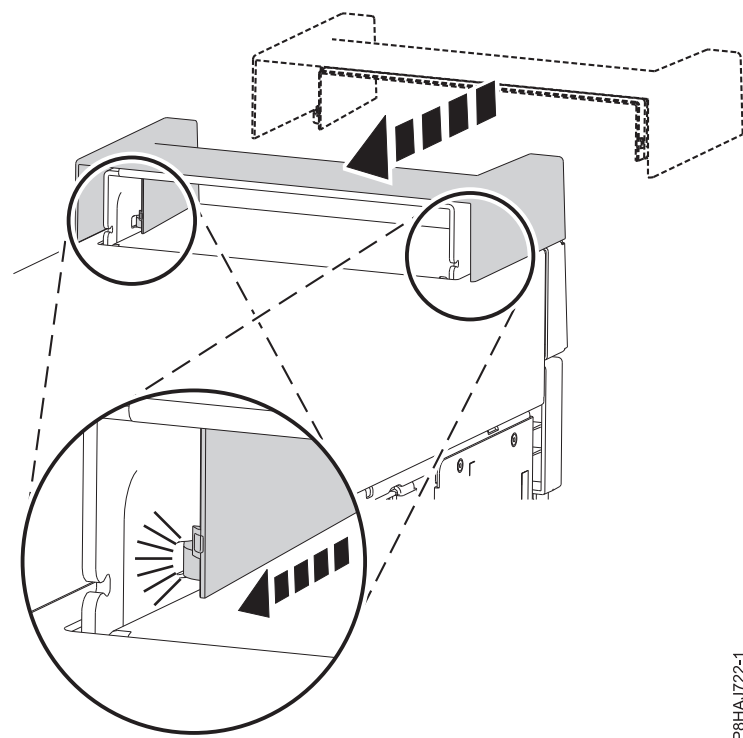

Figure 23. Mise en place de la poignée sur un système autonome 8286-41A
1. Fixez la poignée à la station d'accueil RDX interne (FC EUA3) en la faisant coulisser vers l'arrière du système. Voir figure 23.